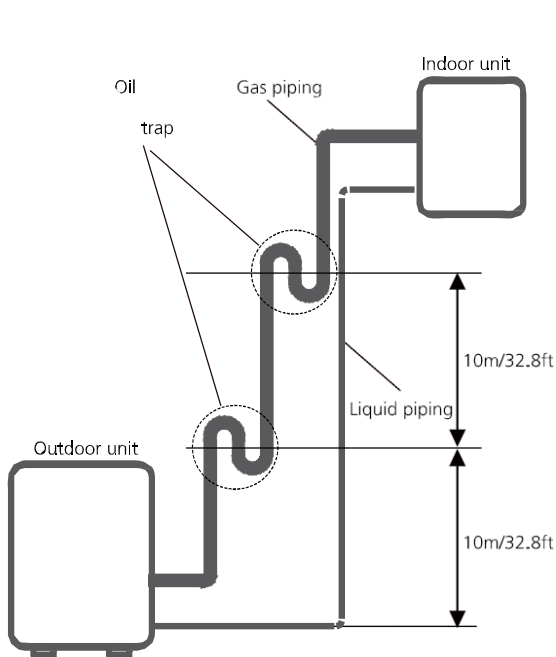

Abb. 7.2
-Wenn Öl in den Kompressor des Außengeräts zurückfließt, kann dies zu einer Flüssigkeitskompression oder einer Verschlechterung des Ölrücklaufs führen. Ölabscheider in den Steiggasleitungen können dies verhindern. Alle 10 m (32,8 ft) im vertikalen Steigrohr der Saugleitung ist ein Ölabscheider vorzusehen. (Siehe Abb. 7.2)